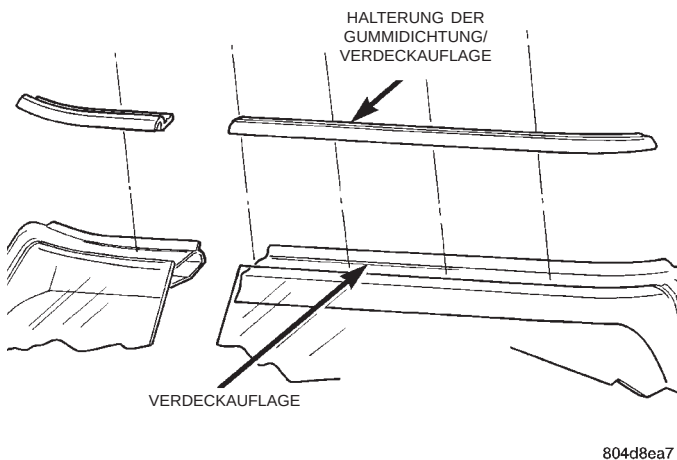

Abb. 39 Halterung der Gummidichtung/Verdeckauflage
(4) Befestigungsschrauben lösen, mit denen die Dichtungshalterung der Verdeckauflage an der Verdeckauflage befestigt ist (Abb. 39).
(5) Halterung aus dem Fahrzeug nehmen.